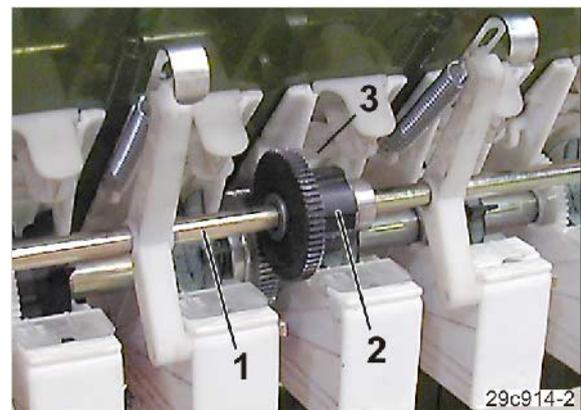

Fig. 78
- el acoplamiento (Fig. 78/2) es accionado por una palanca (Fig. 78/3)
- el eje de accionamiento (Fig. 78/1) de las ruedas de siembra de calles se detiene